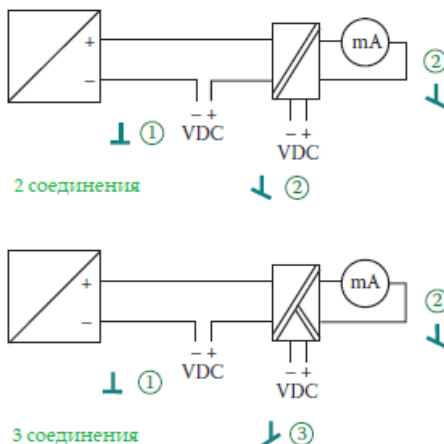

Рисунок 7.3
Упрощенное объяснение заключается в том, что ток "идет по неправильному пути", и если это произойдет, то индикатор будет показывать нулевое или очень низкое значение. Во многих случаях эту проблему можно решить, просто подключив устройства в другом порядке, так что индикатор "заземлен" является последним устройством в цикле. Другое решение – использовать "изолятор" или "i / i-конвертер". Изолятор будет копировать сигнал на выход, но с новой (изолированной) ссылкой, что предотвратит проблемы с заземлением/заземлением системы. Изоляторы с двумя ссылками будут отделять вход (1) и выход (2) друг от друга. Изолятор с тремя ссылками также будет держать на напряжении питания (3) разделенным (рис. 7.3).